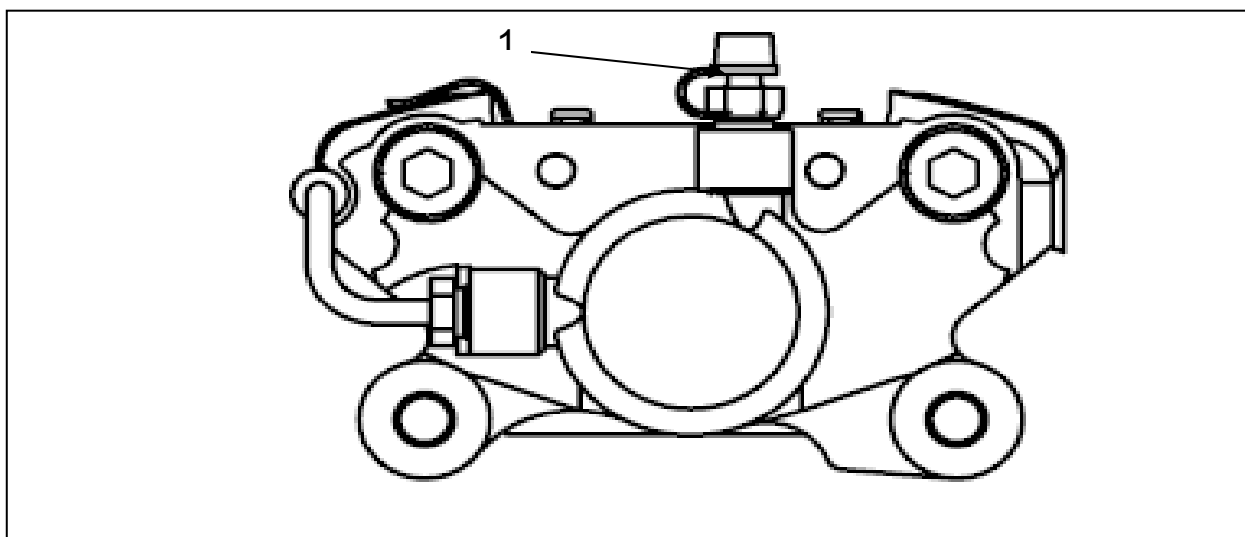

Рисунок 28– Тормозной суппорт
2. Налейте тормозную жидкость в емкость бачка, наденьте трубку на перепускной штуцер 1 (рисунок 28) тормозного суппорта, свободный конец трубки погрузите в тормозную жидкость, залитую в специальную емкость;